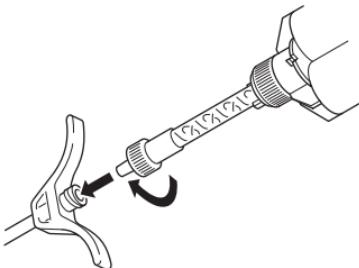

Abbildung 4 – Cortoss Mischaufsat mit der Einspritzkanüle verbinden
1. Den Cortoss Mischaufsat mit der Einspritzkanüle verbinden (Abbildung 4).